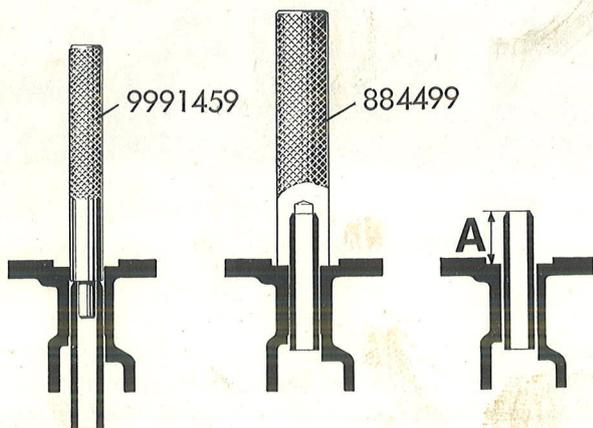

Figure 11. Outil pour démontage et montage des guides de soupapes.
1. Extraire les guides de soupapes avec l'outil No 999 1459 (figure 11).
2. Lubrifier les guides extérieurement et les enfoncer en place avec l'outil No 884499, et qui permet de positionner correctement le guide à la hauteur requise au-dessus de plan des ressorts. Après la mise en place, la distance "A" doit être de 18 mm (voir figure 11).